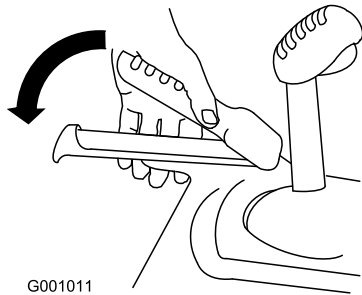

Figure 26
1. Pour engager la transmission aux roues, serrez le levier gauche (déplacement) contre la poignée (Figure 26).